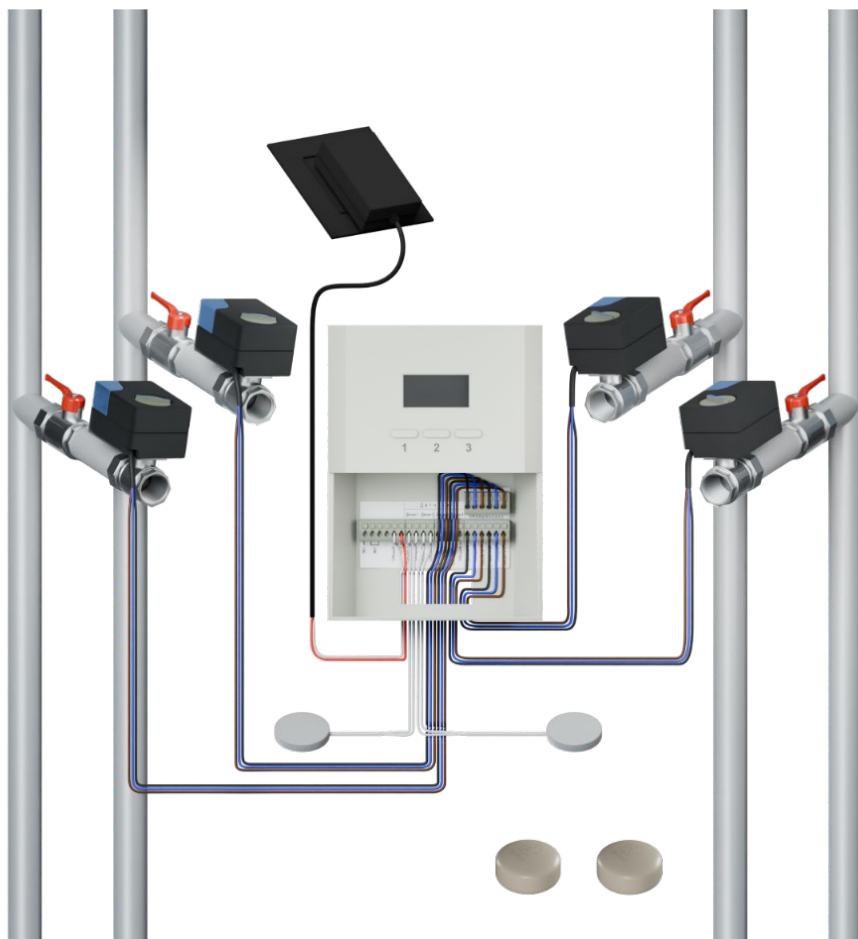

Рис. 4. Схема подключения элементов системы к блоку управления.
2. Выполните соединение проводов в соответствии со схемой подключения (рис.4), в зависимости от того, сколько кранов и датчиков используется в системе.